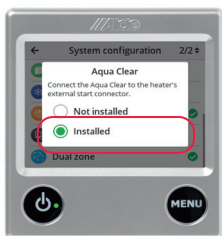
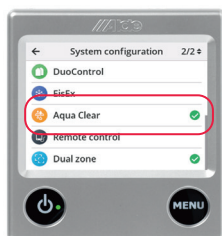

fig. 6
fig. 7
3. Appuyez sur AquaClear et sélectionnez 'Installé' dans la case à cocher, fig. 6. Une coche verte indique maintenant que AquaClear est sélectionné, fig. 7. Alde AquaClear UV-C est maintenant installé dans le panneau de contrôle.